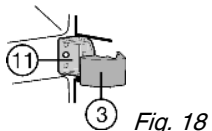

Fig. 18
- ▶ Op het middelste lagerblok *Fig. 18 (11)* de afdekking *Fig. 18 (3)* vastklikken.